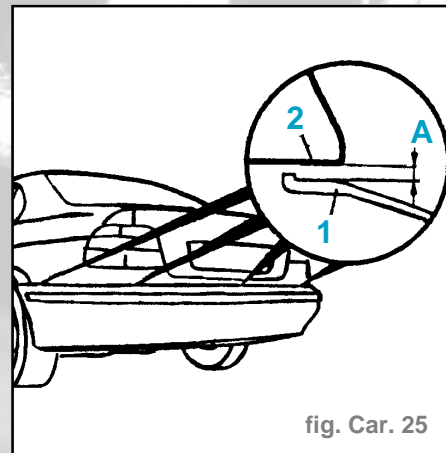

fig. Car. 25
- La distance (A) doit être identique sur toute la longueur entre le pare-chocs et le rebord de la carrosserie (fig. Car. 25)
- Cote (A) =  $\pm 1\text{mm}$